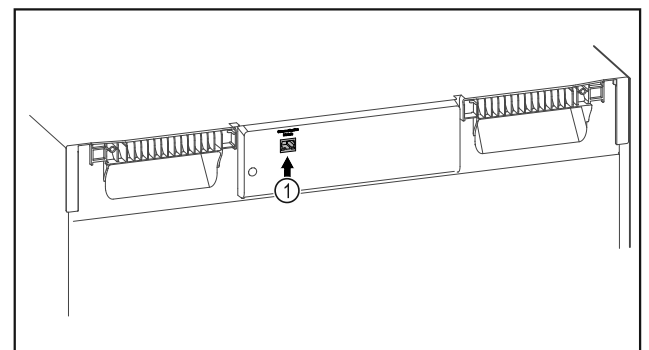

Fig. 114
- SmartModule Fig. 114 (1) er satt inn.